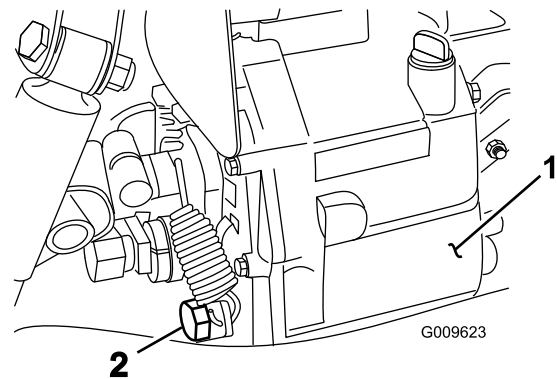

Figure 76
- Retirez le bouchon de vidange sur le côté du réservoir et laissez l'huile s'écouler dans un bac de vidange (Figure 76).